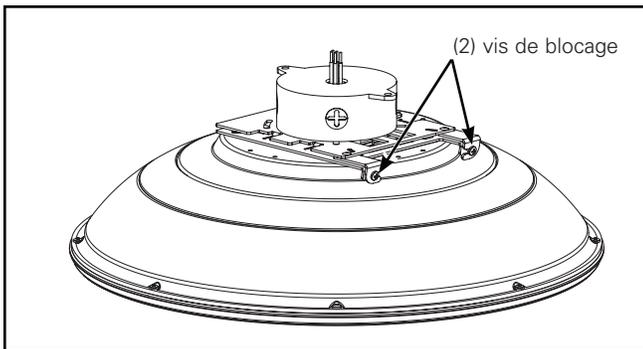

Figure 6.
- Pivotez les deux charnières de blocage pour les remettre en place puis serrez les vis de blocage à un couple de 1,1 Nm (10 po-lb) (Figure 6).